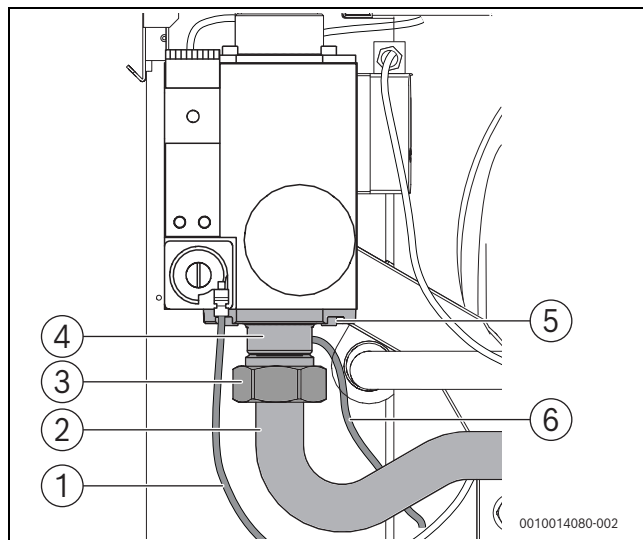

Рис. 25 Демонтаж диафрагмы (мощность котла, 75; 100; 150 [до V03]¹⁾; 200 – 300 кВт)
- ▶ Открутите накидную гайку на газовой трубе п (→ рис. 25 и 26).
- ▶ Выкрутите четыре винта с внутренним шестигранником (→ рис. 25 и 26, [5]) на соединительном фланце [4] и снимите фланец с арматуры. При этом старайтесь не повредить и не перегнуть газовую трубу [2].
- ▶ Проверьте правильное расположение линий для измерения компенсации [1] и давления газа на выходе [5] (→рис. 25 и 26, а также 80, стр. 71).